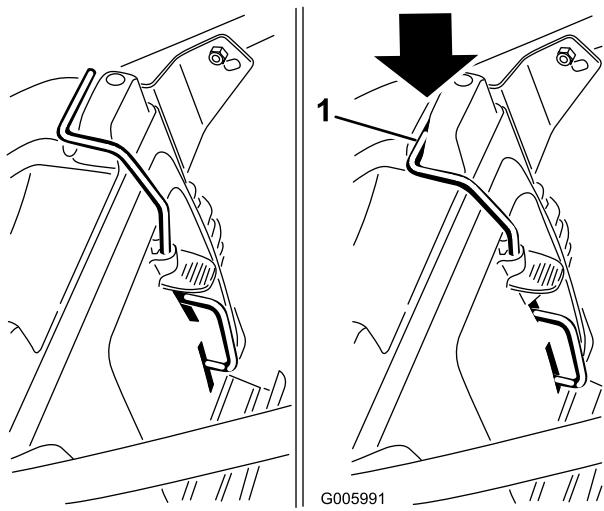

Figura 28
**Importante:** El cortacésped tiene un interruptor de seguridad que impide que usted arranque el cortacésped a menos que primero instale firmemente el tapón de mulching en el cortacésped (Figura 28).
Instale el tapón de mulching según lo indicado en Figura 28.